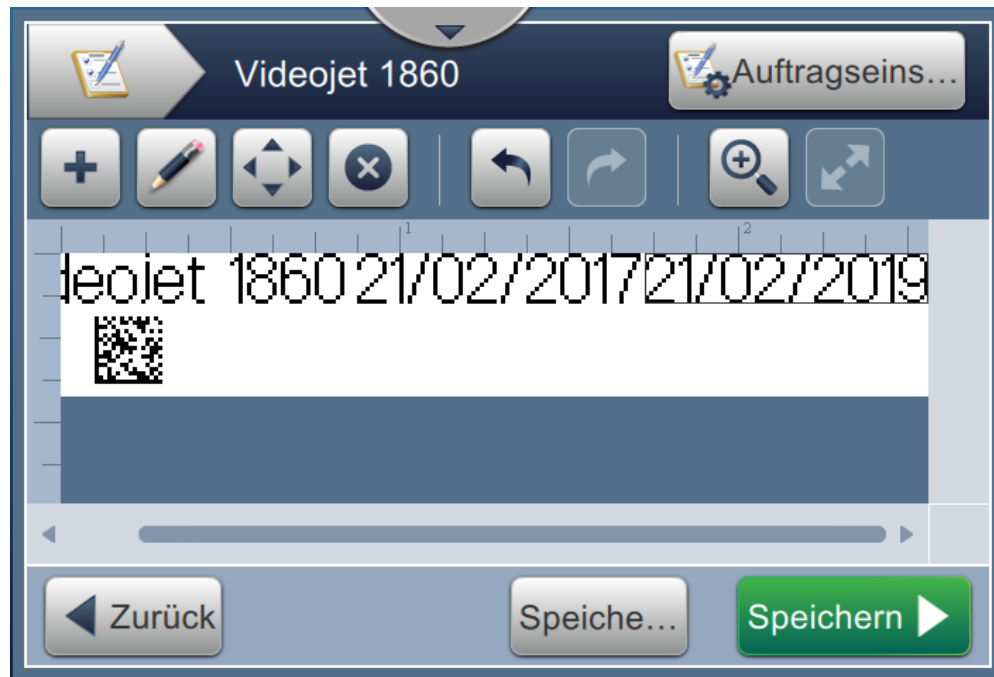

Abbildung 6-14: Bildschirm Auftrags-Editor
16. Berühren Sie die  Schaltfläche, um Änderungen zu speichern. Der Bildschirm „Auftrags-Editor“ erscheint, wie dargestellt in Abbildung 6-14.